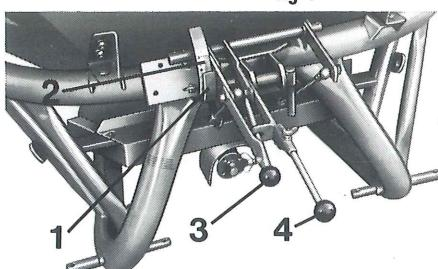
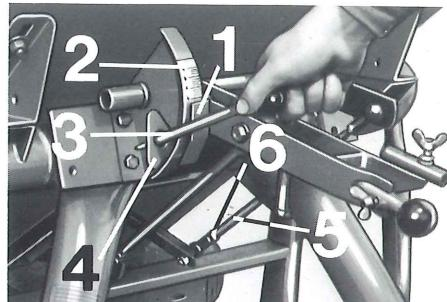

fig 2
fig 3
**2.2.1** Riktig gjødselmengde fåes ved å stille inn anslaget (fig 2/1) langs skalaen (fig 2/2). Ved hjelp av den ene forlengelsesspaken (fig 3/1) løses låseskruen (fig 3/1) anslaget (fig 2/1) stilles inn på skalaen i henhold til såtabellen. Deretter dras låseskruen (fig. 3/2) ordentlig til igjen, og forlengelsesspaken settes tilbake.
For dette arbeide dras den i kjøreretningen sett høyre spak (fig 2/3) ut så langt at begge spakene (fig 2/3 og 2/4) kan flyttes uavhengig av hverandre.
På alle ZA-F-sprederne skal anslaget stilles inn på nr. 11 på skalaen. - Deretter åpnes spjellene ved hjelp av spaken (fig 2/4) til den innstilte mengde.
Ved feilaktig innstilling av åpningene kan man justere dette med forbinningsstangen (fig 3/3). Først løsnes kontramutteren på stangen. Deretter justeres lengden inn så nøaktig som mulig, slik at åpningene eksakt stemmer med innstillingssmalen da maskinen er innstilt på nr. 11 på skalaen. For å få så eksakt innstilling som mulig bør man gjenta denne justering.